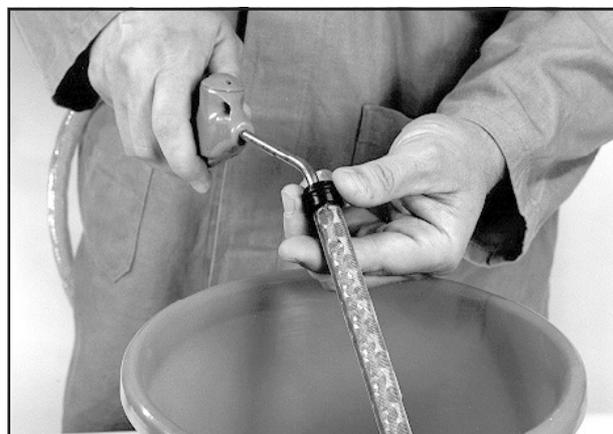

Bild 58 Reinigen Ölfilter
4. Ölfilter mit Druckluft von innen nach außen ausblasen (Bild 58).